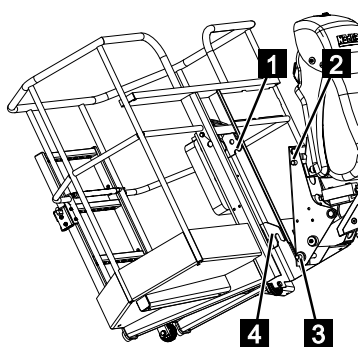

Abb. 89
2. Arbeitskorb schräg mit der Aufnahme (Abb.89/4) beidseitig auf die Bolzen (Abb.89/3) stecken.
3. Arbeitskorb in Richtung Maschine drücken und mit den Aufnahmen (Abb.89/1) auf die Bolzen (Abb.89/2) absetzen.